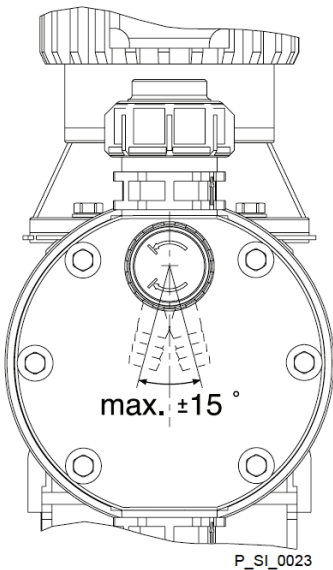

Рис. 21. Допустимое расположение выпускного клапана
- Перепускная линия должна быть установлена под наклоном; наконечник шланга должен быть направлен вниз — см. рис. 21.